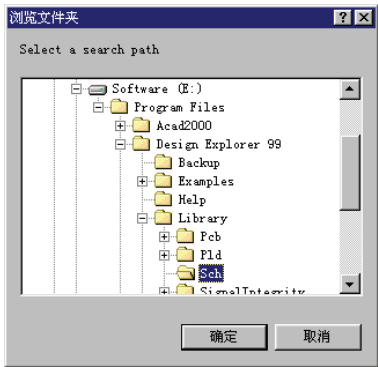

图 3-68 “浏览文件夹”对话框
2) “Search”选项组：用来设定搜索方位，查找元器件时可以根据情况设定查找的路径、目录和文件扩展名等。如果单击“Path”右侧的按钮，则系统会弹出如图 3-68 所示的“浏览文件夹”对话框，可以设置搜索路径。